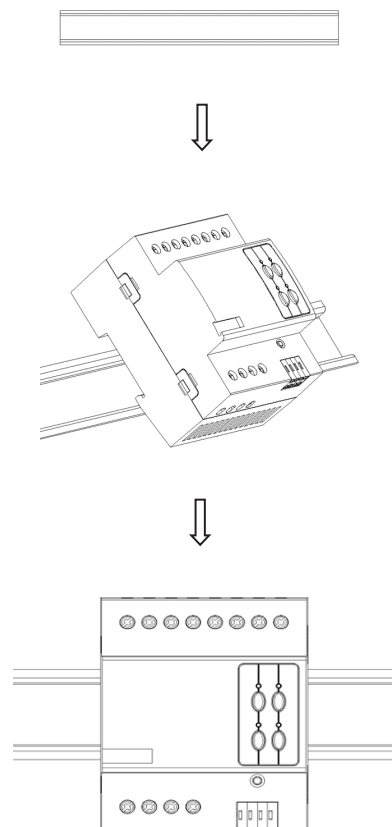

Figura 6. Instalación de Rieles
- La fuente debe instalarse en un riel DIN de 35 mm (Figura 6) alojado dentro de un marco de automatización dedicado;